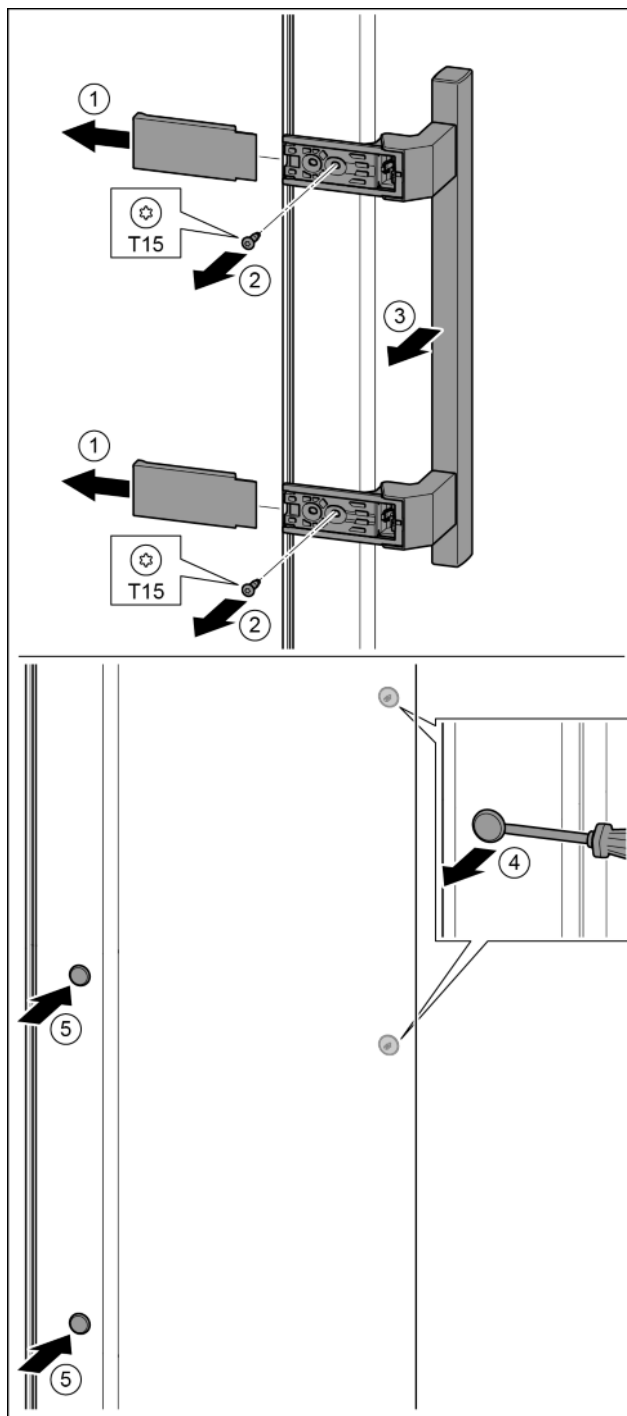

Fig. 18
- ▶ Снять крышку. Fig. 18 (1)
- ▶ Выкрутить винты отверткой T15. Fig. 18 (2)
- ▶ Снять ручку. Fig. 18 (3)
- ▶ Осторожно приподнять шлицевой отверткой боковые заглушки и вынуть их. Fig. 18 (4)
- ▶ Заглушки снова вставить с другой стороны. Fig. 18 (5)